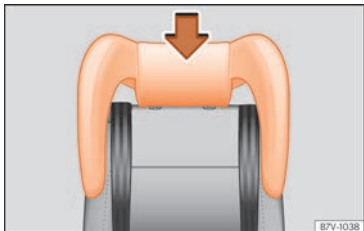

Abb. 33 Integrierter Kindersitz: Kopfstütze desselben befestigen.
- Führungsstangen der Kopfstütze von oben durch die Öffnungen in der seitlichen Kopfstütze stecken »» **Abb. 33**.